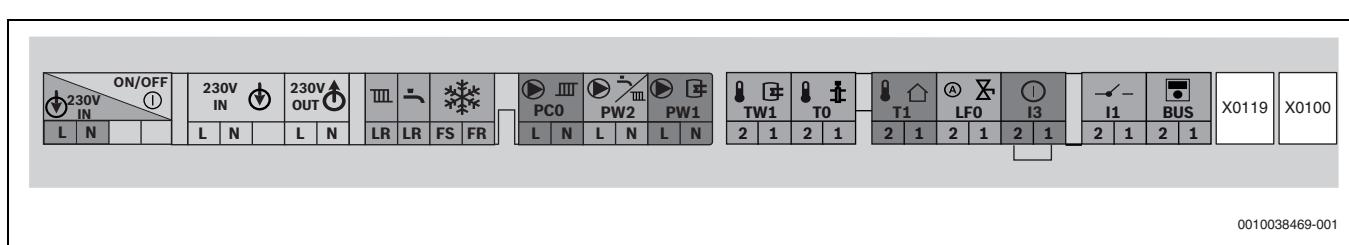

Рис. 46 Клеммная колодка для внешнего дополнительного оборудования
► Подсоедините кабель к клеммной колодке для внешнего дополнительного оборудования (→ рис. 46).